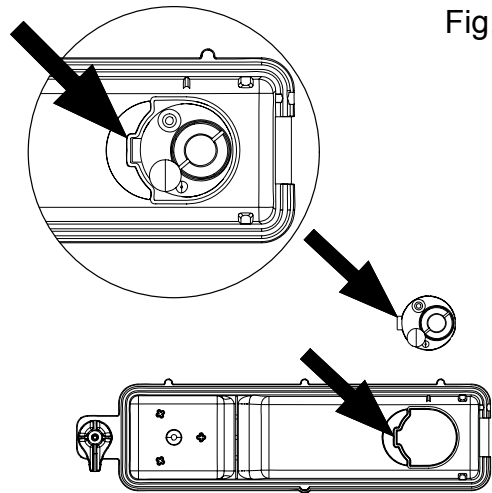

Fig. 5b
7. Das Kabel darf nicht über der Scheibe auf dem Messwertgeber platziert werden (Abb. 5b). Setzen Sie das Kabel in den Schlitz in der Wand der Wanne, damit es nicht zwischen dem Ausguss und der Wanne eingeklemmt wird.